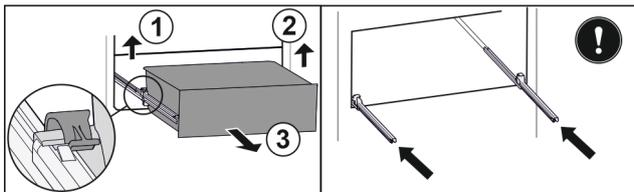

Fig. 101
- ▶ Podignite lijevu stezaljku i istovremeno izvucite ladicu lijevo prema naprijed. Fig. 101 (1)
- ▶ Podignite desnu stezaljku i istovremeno izvucite ladicu desno prema naprijed. Fig. 101 (2)
- ▶ Izvadite ladicu prema naprijed. Fig. 101 (3)